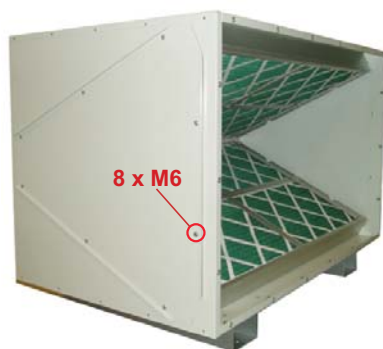

Рисунок 6.5
1. Открутить винты крепления одной из крышек (см. *Рисунок 6.5*). Осторожно снять крышку с короба фильтров, избегая повреждения прокладки.